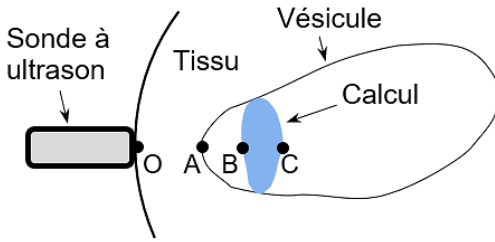

Figure 2 : schéma de l'échographie de la vésicule.
1.3. Lors d'un examen médical, on réalise l'échographie de la vésicule d'un patient ; celle-ci, schématisée ci-dessous, fait apparaître un calcul biliaire (figure 2). Lors de cette échographie, une salve ultrasonore est émise par l'émetteur de la sonde à la date  $t = 0 \mu\text{s}$  au point O.